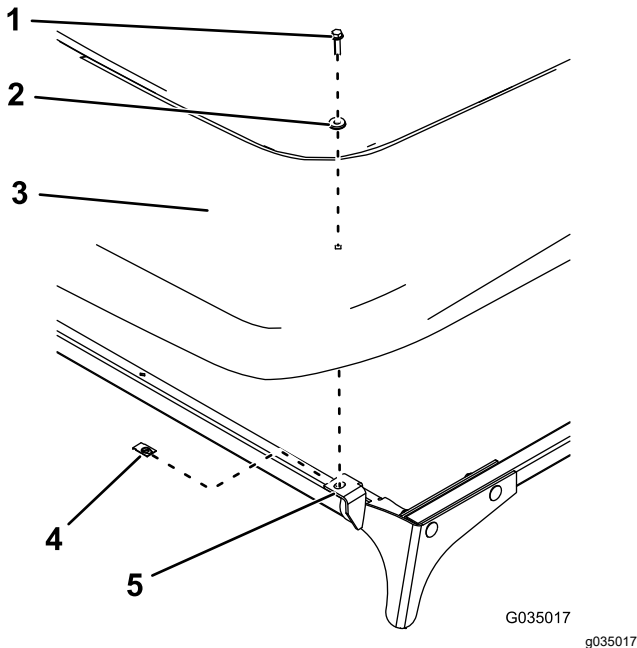

Figure 64
- Fixez le pare-soleil aux plaques avant à l'aide de 2 clips, 2 rondelles d'étanchéité et 2 boulons à embase hexagonale (1/4" x 1"), comme montré à la Figure 64.